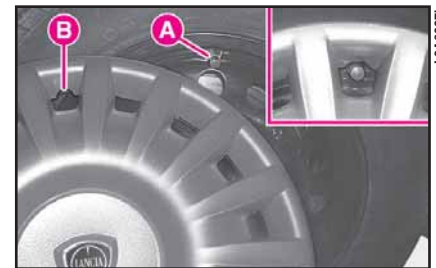

fig. 21
22) Sur les versions avec jantes en alliage, monter l'enjoliveur en exerçant une légère pression. Sur les versions avec jantes en acier approcher l'enjoliveur de la roue, en faisant attention que la valve de gonflage **A** (**fig. 21**) se trouve en correspondance de l'évasement **B**. Appuyer sur la circonférence de l'enjoliveur, en commençant près de la valve de gonflage et en poursuivant jusqu'à l'introduction complète de l'enjoliveur.